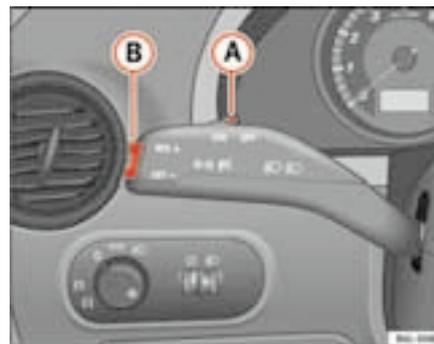

Fig. 105 Palanca de intermitentes y de luz de carretera: mando y tecla basculante para el regulador de velocidad
- Presione la parte superior de la tecla basculante **RES** ⇒ fig. 105 **B** para aumentar la velocidad. El vehículo acelerará mientras mantenga la tecla presionada. Al soltar la tecla quedará memorizada la nueva velocidad.
Si se reduce la velocidad programada pisando el pedal del freno, se desactiva el regulador de velocidad. Si quiere activar de nuevo el regulador, bastará con presionar una vez la parte superior de la tecla basculante **RES+** ⇒ página 148, fig. 105 **B**.